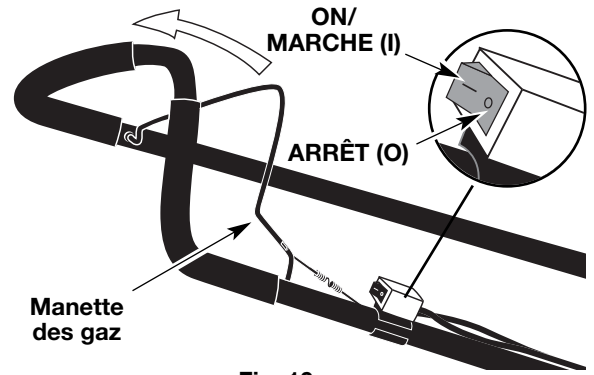

Fig. 10
3. Mettez la commande Arrêt/Marche (On/Off) en position de **MARCHE [I]** (Fig. 10).